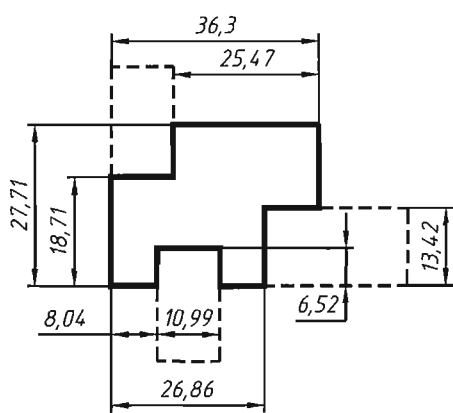
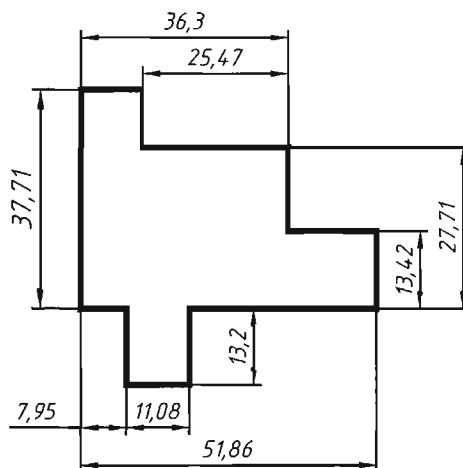

Рис. 7.3. Исходный контур
Рис. 7.4. Фигура после преобразований
7.2.3. Выполнить чертеж по рис. 7.3. Из фигуры (рис. 7.3) получить фигуру (рис. 7.4). Последовательность преобразований показана штриховыми линиями.